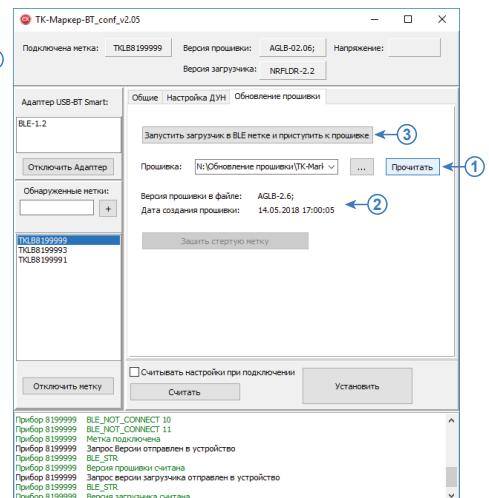

Рис.16. Обновление прошивки.
- Нажать кнопку «Прочитать» для чтения версии и даты создания файла обновлений (Рис.16, п.1). Информация о выбранном файле появится на вкладке (Рис.16, п.2).
- Нажать кнопку «Запустить загрузчик в BLE метке и приступить к прошивке» (Рис.16, п.3).